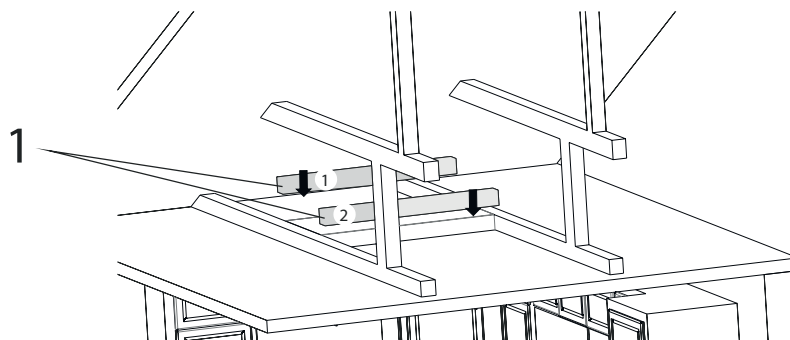

Fig. 10: Monteringsmetode 1
**4.** ➔ Forbered spær/lægte som emhætten til slut endeligt kan skrues op i.(Fig. 10/1-2).